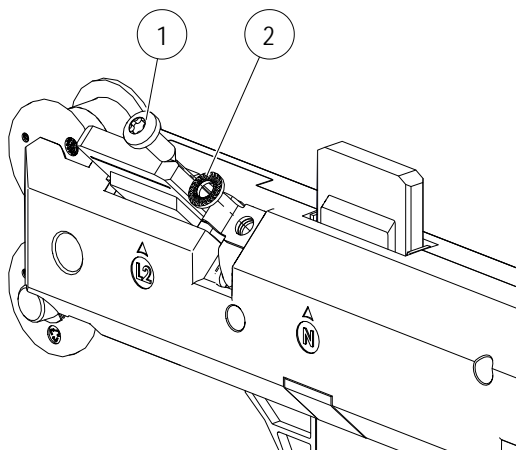

Abb. 108: Schraube (Pos. 1) und Scheibe (Pos.2) lösen
- Schraube (Pos. 1) mit Schraubendreher lösen. Schraube (Pos. 1) und Scheibe (Pos. 2) entfernen (siehe Abb. 108).